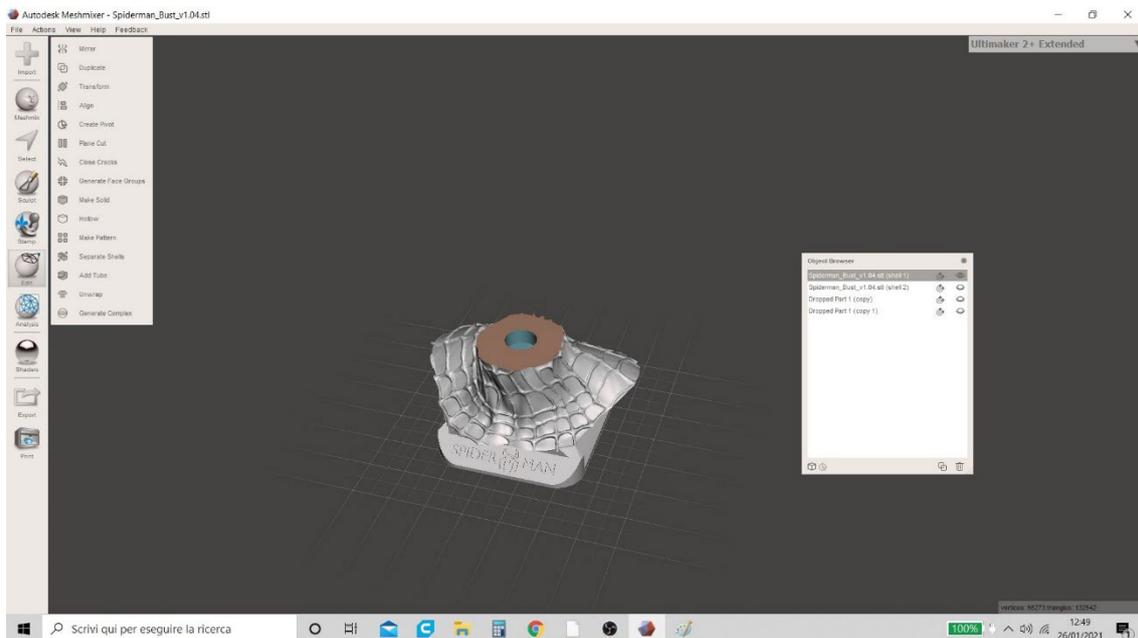

Figura 17 Meshmixer
10. La procedura per la creazione del foro nel modello "Shell 1" è terminata. Nella tabella che riassume i modelli nell'area di lavoro, l'utente ora vede 4 e non più 5 (la funzione "Boolean Difference" ha unito le due parti "Shell 1" e "Drop Part 1" creando un unico modello - Figura 17 Meshmixer).